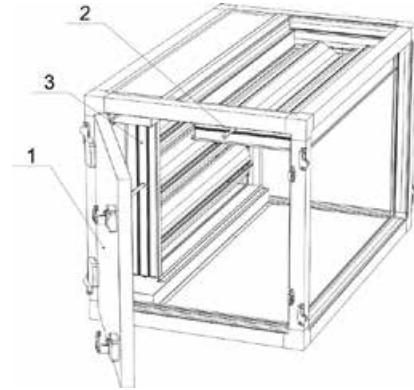

Abbildung 4.7.2
2. Einstufiges Mischteil mit zwei Klappen innen (Abbildung 4.7.2).